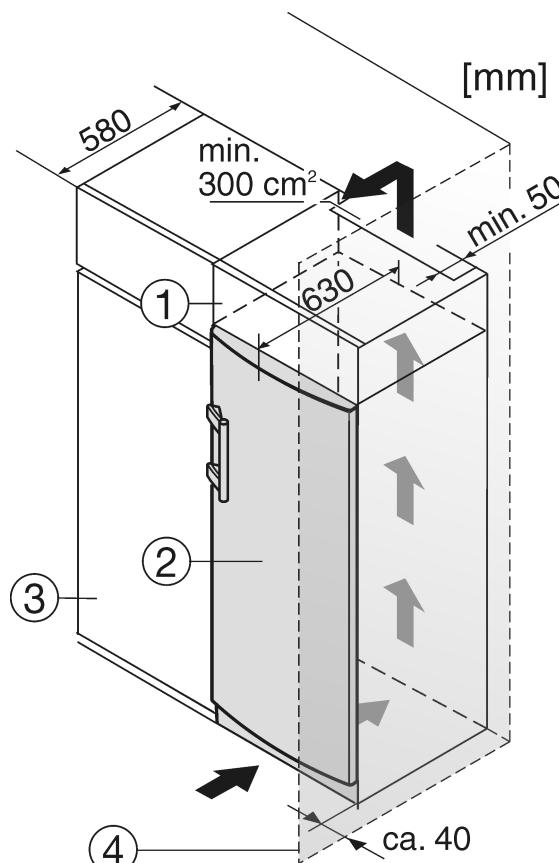

Fig. 8
- (1) Nástavná skříňka
(2) Přístroj
- (3) Kuchyňská skříň
(4) Stěna
Při montáži do kuchyňských skříní (hloubka max. 580 mm) lze přístroj instalovat hned vedle kuchyňské skříně Fig. 8 (3). Dveřka přístroje přesahují přední stěnu kuchyňské skříně na stranách o 34 mm a uprostřed o 50 mm. To umožňuje jejich volné otevírání a zavírání.
Když se přístroj instaluje závěsy vedle stěny Fig. 8 (4), musí být vzdálenost přístroje od stěny alespoň 40 mm. To odpovídá přesahu madla při otevřených dveřích.